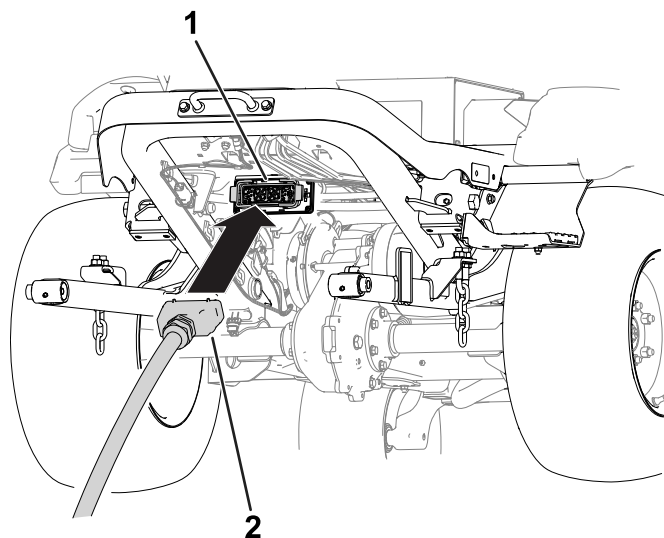

Figure 4
6. Insérez le connecteur de l'unité de coupe dans le connecteur de la machine (Figure 4)